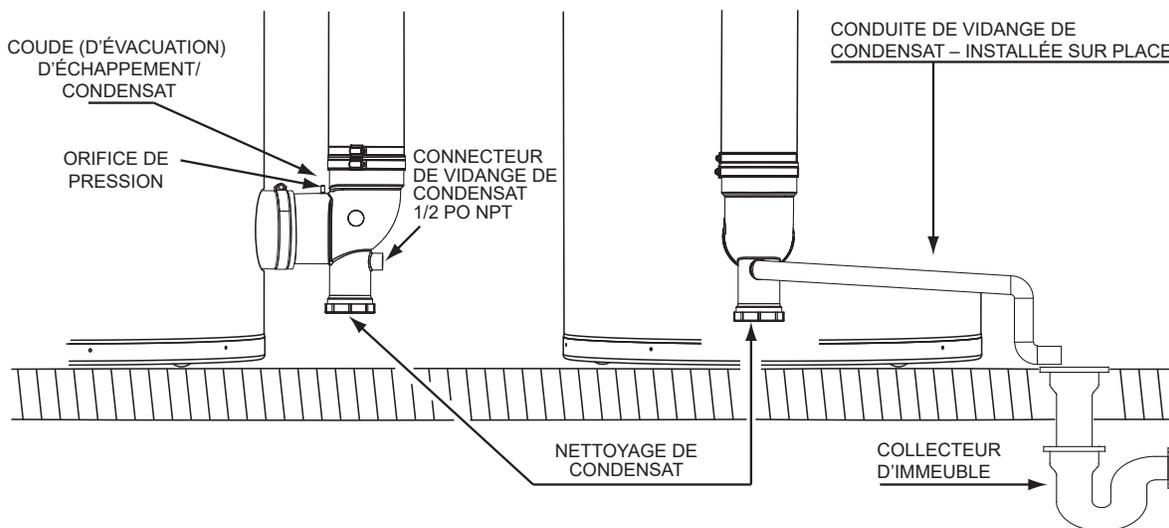

Figure 41. Installation de la vidange de condensat
2. Installer une conduite de vidange de condensat de 1/2 pouce en PVC entre le raccord de vidange de condensat sur le coude d'évacuation/condensat et un collecteur d'immeuble adéquat (siphon de sol). La conduite de condensat doit être inclinée vers un siphon de sol. Voir **Figure 41**.
3. Faire déboucher la conduite de vidange de condensat près du siphon de sol. Voir **Figure 41**.
4. S'assurer que le tuyau de vidange du condensat n'est pas élevé au-dessus du connecteur de vidange de condensat sur le coude d'évacuation/condensat. Voir **Figure 41**.